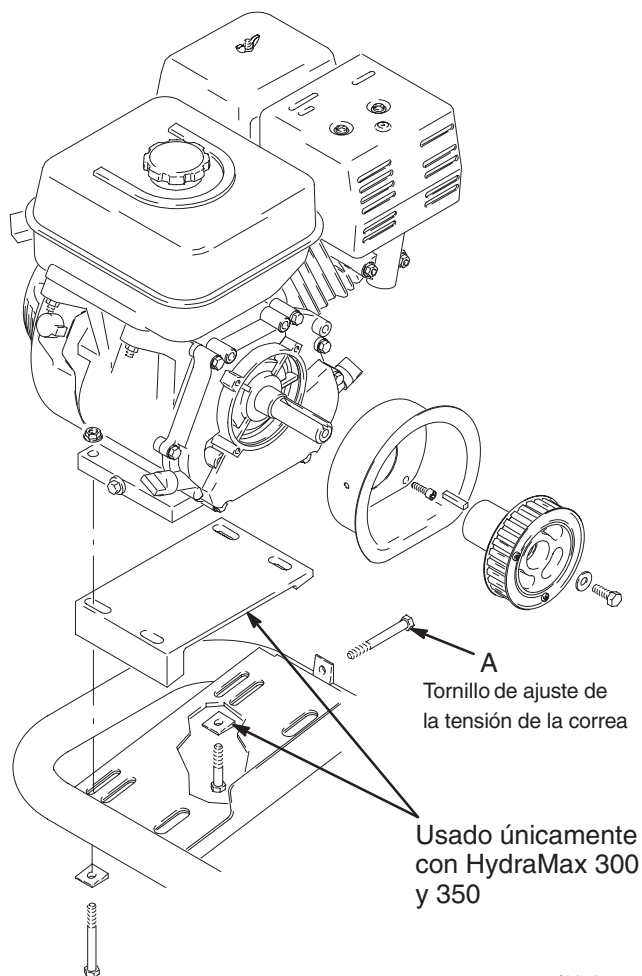

Fig. 6
3. Fig. 6. Retire los cuatro pasadores de montaje del motor de la parte inferior de éste.
1. Fig. 6. Instale los cuatro pasadores de montaje del motor en la parte inferior de éste y fíjelos con contratuercas (71). Apriete a un par de 22,6 N.m.